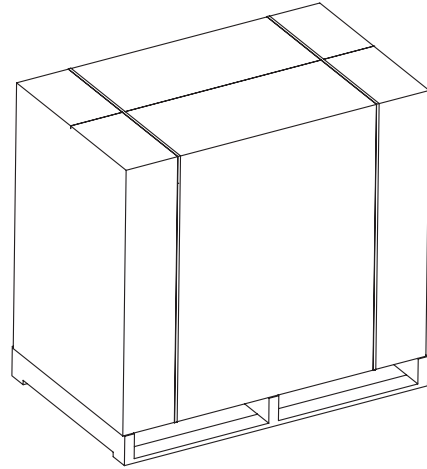

Abbildung 1 - Verpackung XL9.
- wenn möglich die Kartonverpackung von oben auf der Palette positioniert und mit passenden Materialien fixiert werden (Abb. 1).